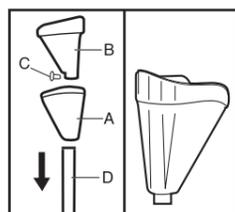

Figura 12
Insira a capa (A) do adaptador no tubo metálico prata (D) até o tubo metálico preto. Depois coloque o adaptador (B) no tubo metálico prata, alinhando os furos do adaptador (B) com os furos do tubo metálico prata, para assim fixar o parafuso (C) deixando o adaptador preso junto ao tubo metálico. Após o adaptador (B) estar fixado com o parafuso no tubo metálico prata, suba a capa (A) encaixando-a no adaptador, até ouvir o "CLIC" (figura 12).